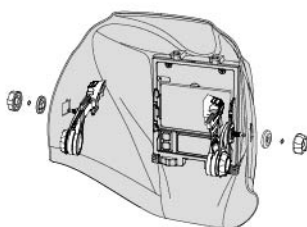

fig. 14
- Așezați fiecare adaptor în punctele de asamblare a carcasei căștii și înșurubați butonul principal de conectare până când este bine fixat (consultați fig. 14).